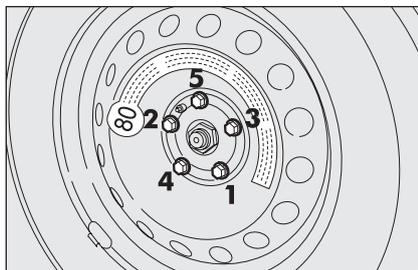

fig. 9
- mediante l'utilizzo della chiave in dotazione, serrare a fondo i bulloni, passando alternativamente da un bullone a quello diametralmente opposto, secondo l'ordine numerico illustrato in **fig. 9**.
- abbassare la vettura ed estrarre il cric, quindi, mediante l'utilizzo della chiave in dotazione, serrare a fondo i bulloni secondo l'ordine rappresentato in precedenza per il ruotino di scorta **fig. 9**.